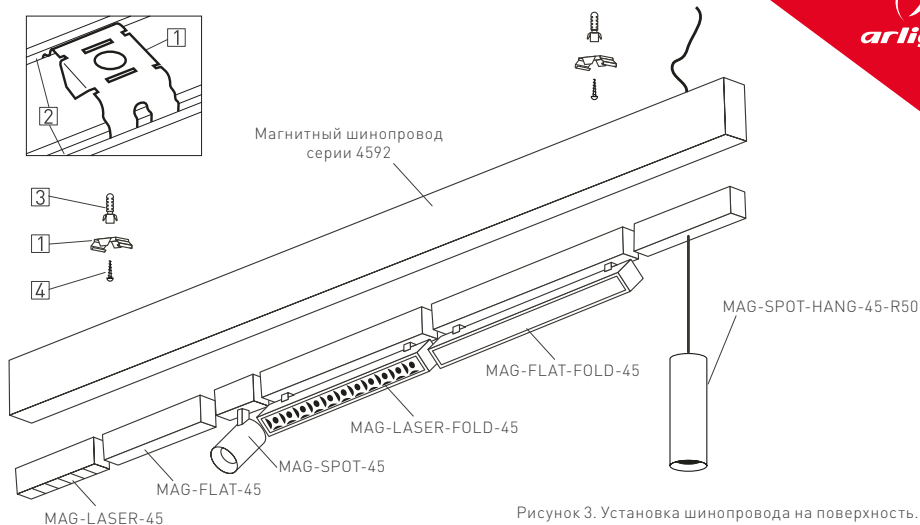

Рисунок 3. Установка шинопровода на поверхность.
- 3.7. Закрепите на монтажной поверхности держатели MAG-BRACKET-45 [1], используя комплектный крепеж (шуруп [4] и дюбель [3], поставляются отдельно) (см. рисунок 3).
- 3.8. Закрепите шинопровод в держателях MAG-BRACKET-45 [1], для чего совместите пазы [2] на тыльной стороне шинопровода с пружинными зацепами держателя и, преодолевая их упругое сопротивление, защелкните шинопровод в держатель (см. рисунок 3).